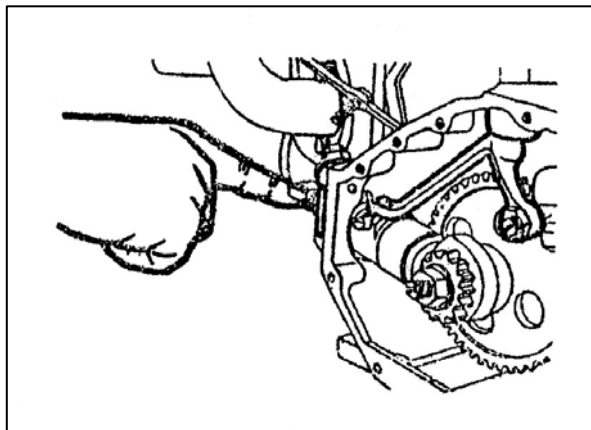

Рис. 8.1
6. При установке наклонной направляющей вилки убедитесь, что шарик на раме впрыскивающего насоса вставлен в паз наклонной направляющей вилки, а задняя часть рамы защищает корпус впрыскивающего насоса на 5~6 мм (Рис. 8.1).